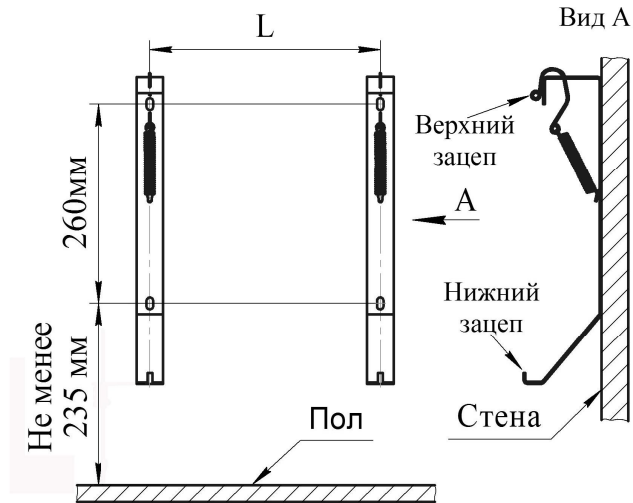

Рис.2 Монтаж кронштейнов для стационарной установки конвектора
5.1.4 Для стационарной установки конвектора выполните на стене разметку под крепёжные отверстия (см. рис.2) и закрепите кронштейны для установки конвектора любым доступным способом (например, при помощи дюбелей и шурупов, обеспечив надёжное крепление конвектора в течении всего срока эксплуатации и соблюдая минимальные расстояния от поверхности конвектора до предметов окружающей обстановки, как показано на рис.3 (расстояния даны в сантиметрах).